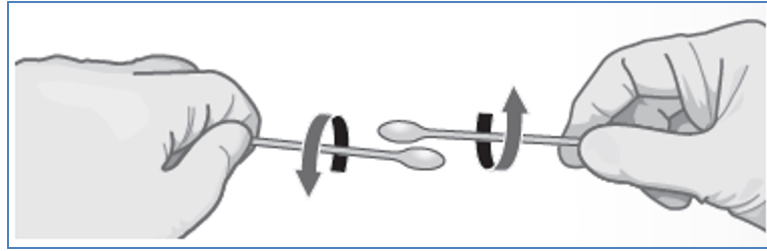

Figura 1. Movimiento giratorio del hisopo
9. Retire un hisopo de la tapa y frote suavemente los dos hisopos entre sí con un movimiento giratorio durante cinco segundos (consulte Figura 1).